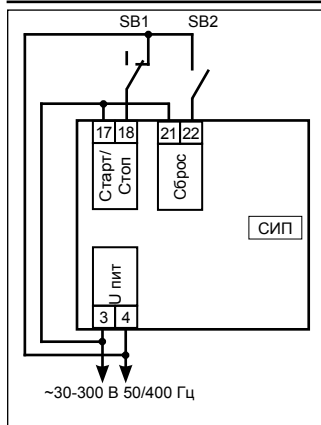

Рисунок 5. Счётчик импульсов СИП УИ. Подключение кнопки «Сброс».
6.5 Если необходимо обеспечить начало нового цикла работы с внешней кнопки, подключите её так, чтобы она управляла подачей переменного напряжения 30-300 В (50/400 Гц) на вход «Сброс» (Рисунок 5). При замыкании контактов происходит обнуление внутреннего счётчика «С начала», загрузка значения «Уставка» во внутренний счётчик «Остаток» и увеличение внутреннего счётчика «Циклы работы» на единицу.